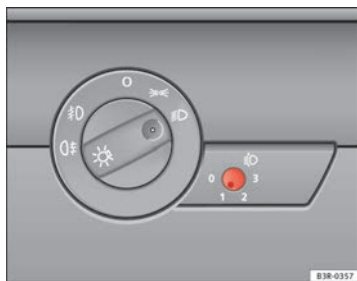

Fig. 88 Regulación del alcance de las luces
- Pulse brevemente el botón  ⇒ fig. 88, para sacarlo de su posición de ajuste.